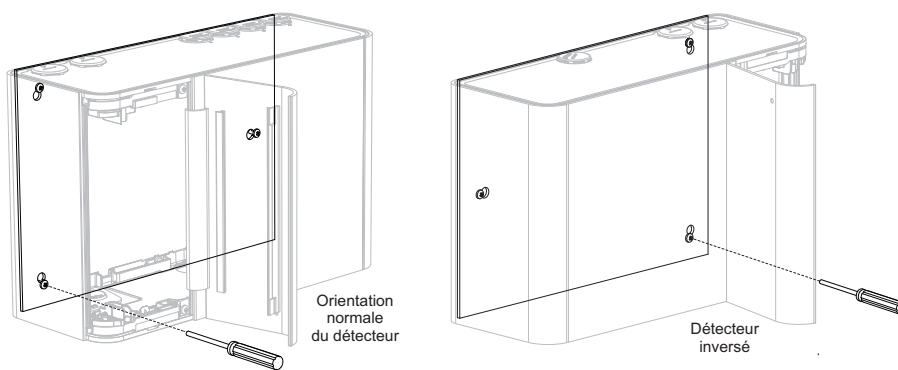

Figure 4-26: Vis de blocage
- Insérez une vis M4 dans la petite extrémité de la fente inférieure gauche ou droite du détecteur pour un détecteur inversé (Figure 4-26).